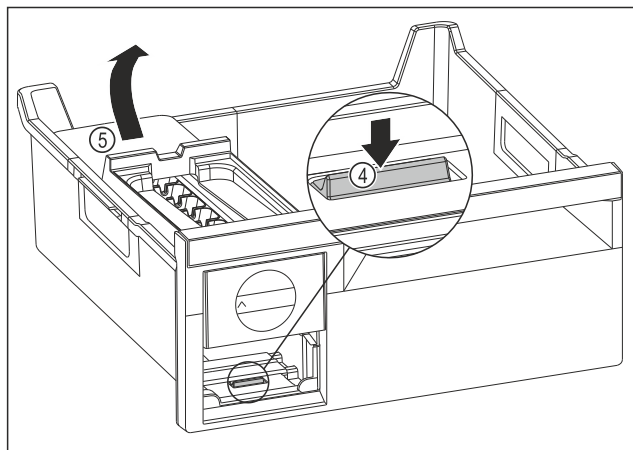

Fig. 148
- 取出 EasyTwist-Ice 机身: 用手指朝下按压接片 Fig. 148 (4) 并同时从后面用另一只手提升 EasyTwist-Ice 机身 Fig. 148 (5)。